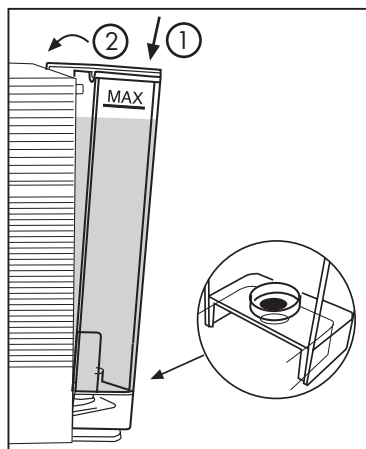

Fig. 3
- Inserire il serbatoio inclinandolo leggermente e appoggiandolo sulla valvola dell'acqua. Premere la parte superiore nella macchina fino a sentire uno scatto. **(Fig.3)**